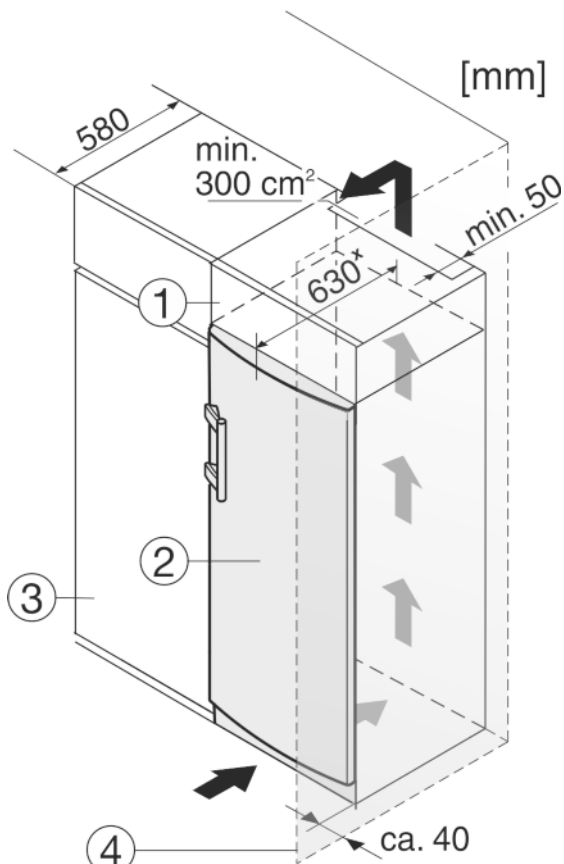

Fig. 11
Устройство может быть окружено кухонными шкафами. Чтобы уравнять устройство Fig. 11 (2) по высоте с кухонной стенкой, можно установить над устройством дополнительный шкафчик Fig. 11 (1).
При комбинировании с кухонными шкафами (глубина макс. 580 мм) устройство можно установить непосредственно рядом с кухонным шкафом Fig. 11 (3). Устройство выступает сбоку на 34 мм\* и по центру на 50 мм\* относительно передней стенки кухонного шкафа.
Если устройство установлено на шарнирах у стены Fig. 11 (4), то расстояние между устройством и стеной должно быть не менее 40 мм. Настолько выступает ручка при открытой дверце.